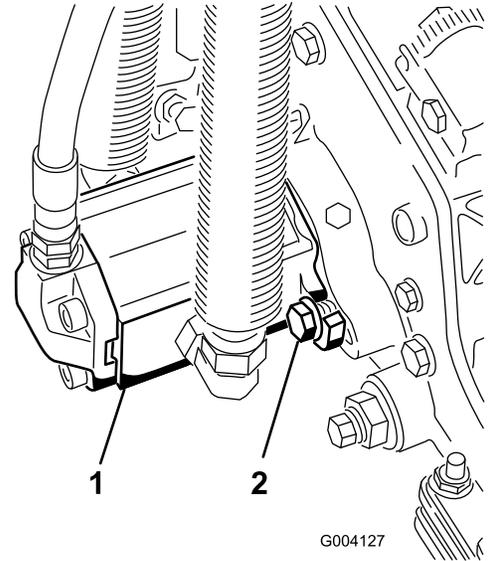

Figure 21
3. Montez le moteur en le tournant dans le sens horaire jusqu'à ce que les brides passent les boulons (Figure 21).